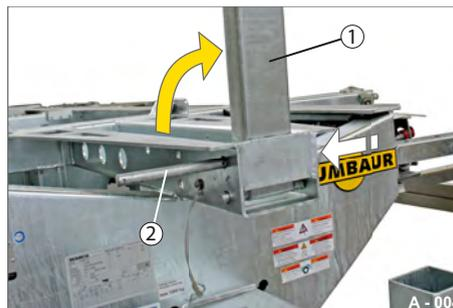

Abb. 4 Längsanschlag ausgeklappt
- ▶ Klappen Sie den Längsanschlag (Abb. 4/1) hoch.
- ▶ Stecken Sie das Gestänge (Abb. 4/2) komplett ein, so dass der Längsanschlag fest sitzt (in obere und untere Lochung).